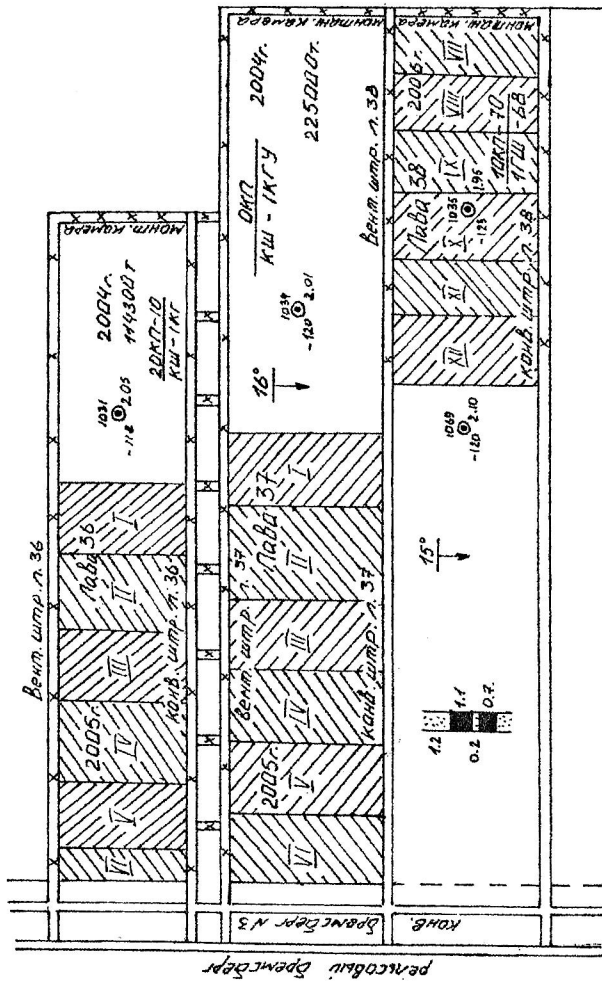

Рис. 9.2. Выкопировка из плана горных работ пласта «Ж» шахты «Капитальная» (масштаб 1: 5000)
*Пример.* По плану горных работ (рис. 9.2) устанавливаем следующее: